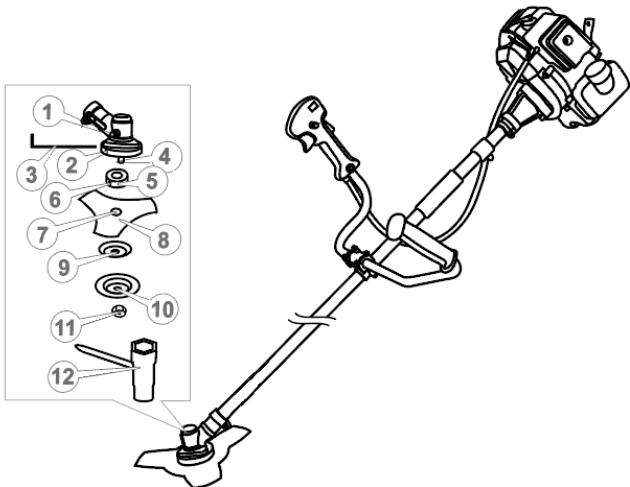
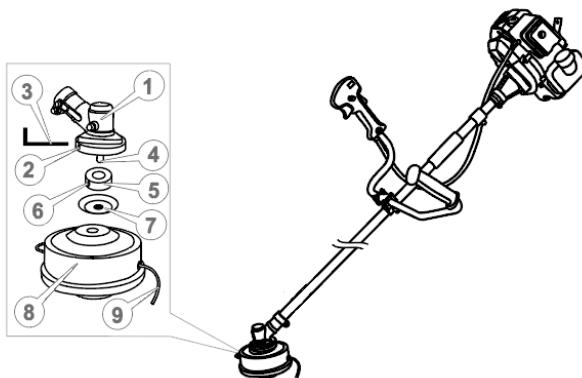

Рисунок 4. Схема встановлення різального ножа.
Рисунок 5. Схема встановлення різальної головки із жилкою.
- вставити шестигранний ключ (3, рис. 4) або викрутку в стопорний отвір (2, рис. 4) редуктора, фіксуючи таким способом вал від провертань;
- відкрутити за допомогою накидного ключа (12, рис. 4) верхню фіксуючу гайку лівої нарізки (11, рис. 4), зняти її, після чого зняти захисну кришку тарілчастої форми (10, рис. 4) та шайбу тарілчастої форми (9, рис. 4), залишаючи на шпинделі (4, рис. 4) приводну шайбу–перехідник (5, рис. 4);
- поверх приводної шайби вкласти різальний ніж (8, рис. 4) таким чином, щоб посадковий уступ приводної шайби (5, рис. 4)увійшов у посадковий отвір ножа (7, рис. 4);
- поверх ножа почергово встановити на шпиндель редуктора шайбу тарілчасту (9, рис. 4), захисну кришку (10, рис. 4) і надійно закріпити гайкою лівої нарізки (11, рис. 5) за допомогою накидного ключа (12, рис. 4);
- витягнути ключ (3, рис. 4) із стопорного отвору (2, рис. 4) редуктора (1, рис. 4).
Фіксуюча гайка (11, рис. 4) має ліву нарізку.
- вставити шестигранний ключ (3, рис. 5) або викрутку в стопорний отвір (2, рис. 5) редуктора, фіксуючи таким способом вал від провертань;
- відкрутити за допомогою накидного ключа (12, рис. 4) верхню фіксуючу гайку лівої нарізки (11, рис. 4), зняти її, після чого зняти захисну кришку (10, рис. 4), залишаючи на шпинделі (4, рис. 5) приводну шайбу (5, рис. 5) та шайбу тарілчастої форми (7, рис. 5);
- поверх шайби тарілчастої форми накрутити різальну головку із жилкою (8, 9, рис. 5);
- витягнути шестигранний ключ (3, рис. 5) або викрутку із стопорного отвору (2, рис. 5) редуктора (1, рис. 5).